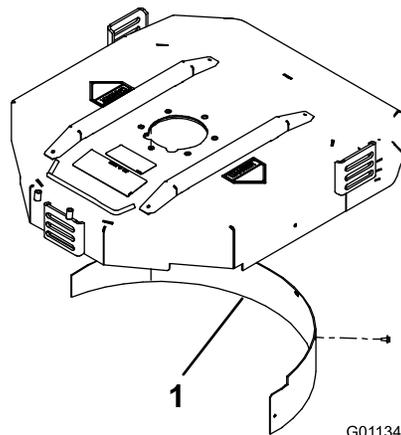

Bild 10
- Montieren Sie das Mulchablenkblech in der hinteren Öffnung und befestigen Sie es mit 5 Bundschrauben (Bild 10).